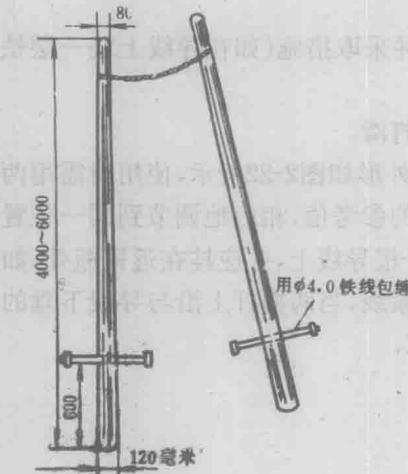

图2—18 架杆
- (4)转杆器 转杆器外形如图2—20所示。它用于电杆立直后,调整杆位,使电杆移至规定位置。如立杆前已组装上横担。也可用以调整横担方向。